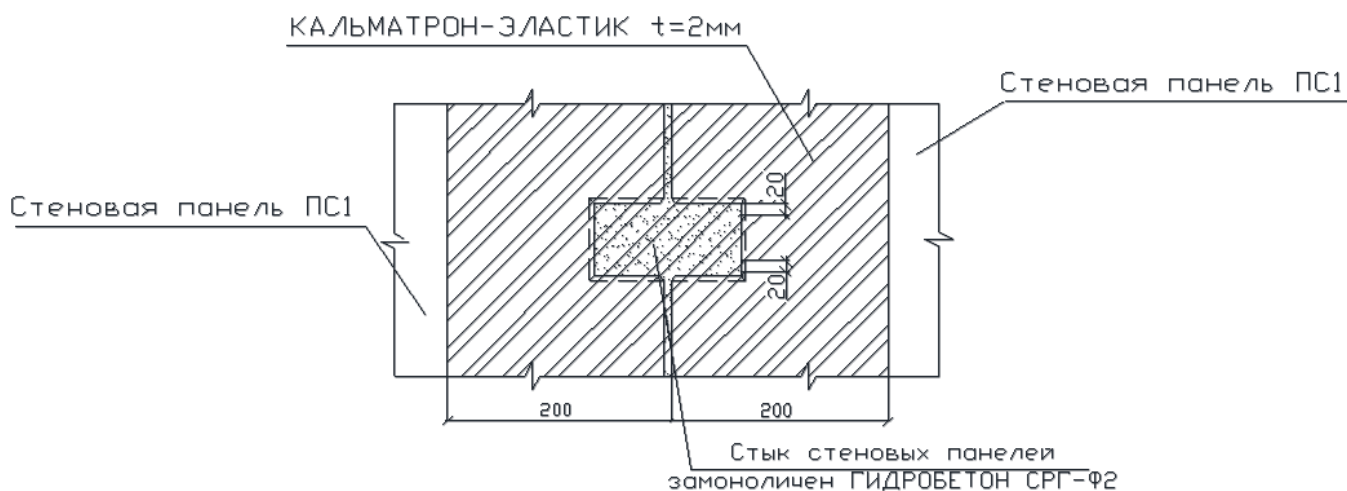

Рис. 2.2.4 Стык стеновых панелей
- А. Замоноличенные вертикальные стыки ж.б. панелей (рис. 2.2.4)